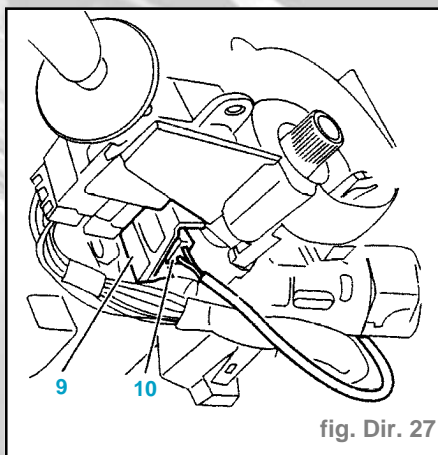

fig. Dir. 27
- Relever la coquille supérieure (8) et la maintenir en position verticale à l'aide d'un adhésif.
- Dégraffer de son support (9) avec une lame, le connecteur d'alimentation (10) en poussant le haut (fig. Dir. 27).